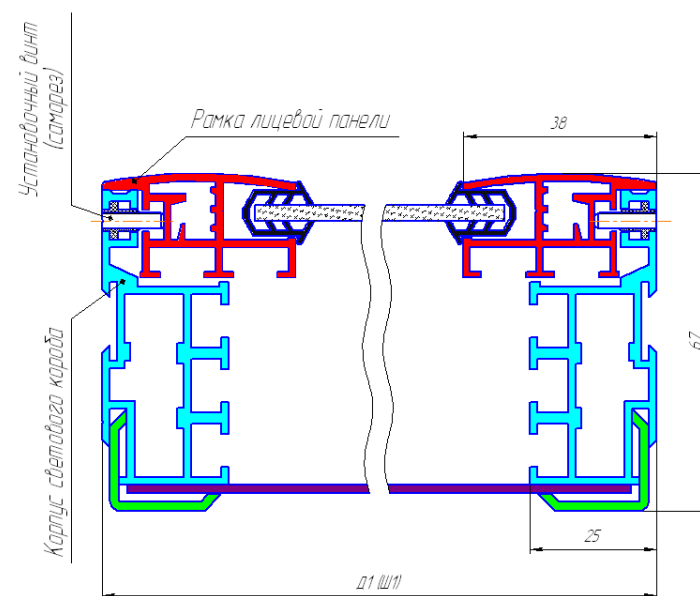

Рис.11. Установка рамки лицевой панели.
7) Рамка лицевой панели устанавливается в корпус светового короба и фиксируется по бокам при помощи установочных винтов или саморезов (рис.11).